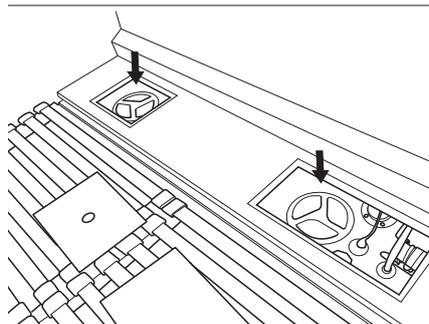

Bild 62 Reinigungsöffnungen Frischwassertank (Abb. ähnlich)
- Reinigungsöffnungen ausschrauben und abnehmen (Bild 62). Die Abflussöffnung ist jetzt zugänglich.